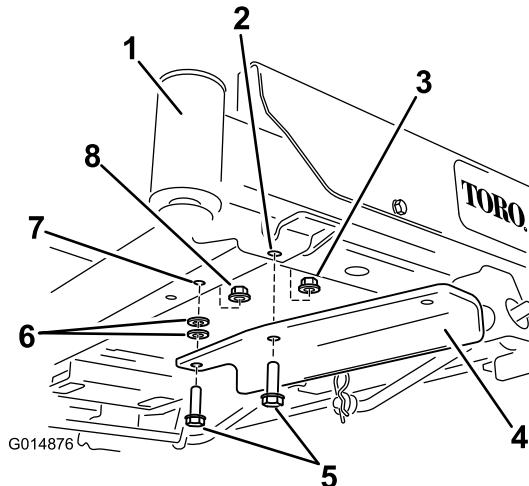

Figure 6
- Machines sans pédale d'aide au levage : fixez le support avec 2 boulons ($\frac{3}{8}$ " x 1 $\frac{1}{4}$ "), 2 rondelles et 2 contre-écrous ($\frac{3}{8}$ ") (Figure 6).